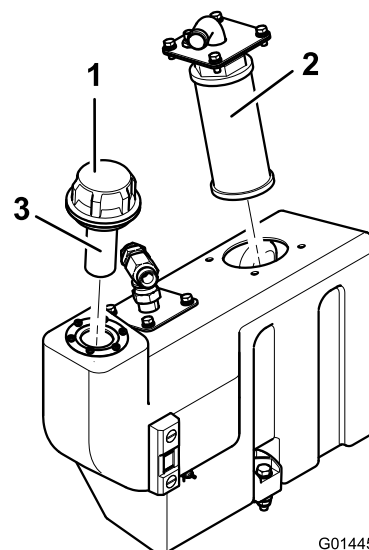

Figura 73
1. Rimuovete la flangia di aspirazione del serbatoio dell'olio per poter raggiungere la succhieruola (Figura 73).
2. Svitare la succhieruola, rimuoverla e pulirla con paraffina o benzina prima di montarla (Figura 73).